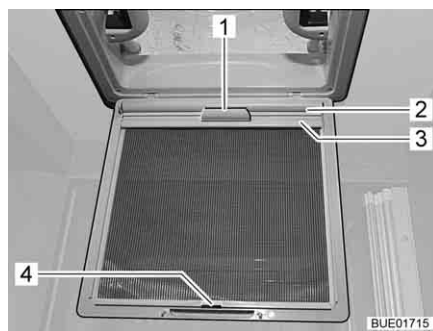

Bild 79 Mörkläggningsrullgardin
- Drag ut mörkläggningsrullgardinen (Bild 79,2) med handtaget (Bild 79,1) och haka i fästlisten (Bild 79,3) i kroken (Bild 79,4) på insektsskyddet.
- Lossa fästlisten (Bild 79,3) från kroken (Bild 79,4) och dra långsamt tillbaka mörkläggningsrullgardinen (Bild 79,2) med handtaget (Bild 79,1).